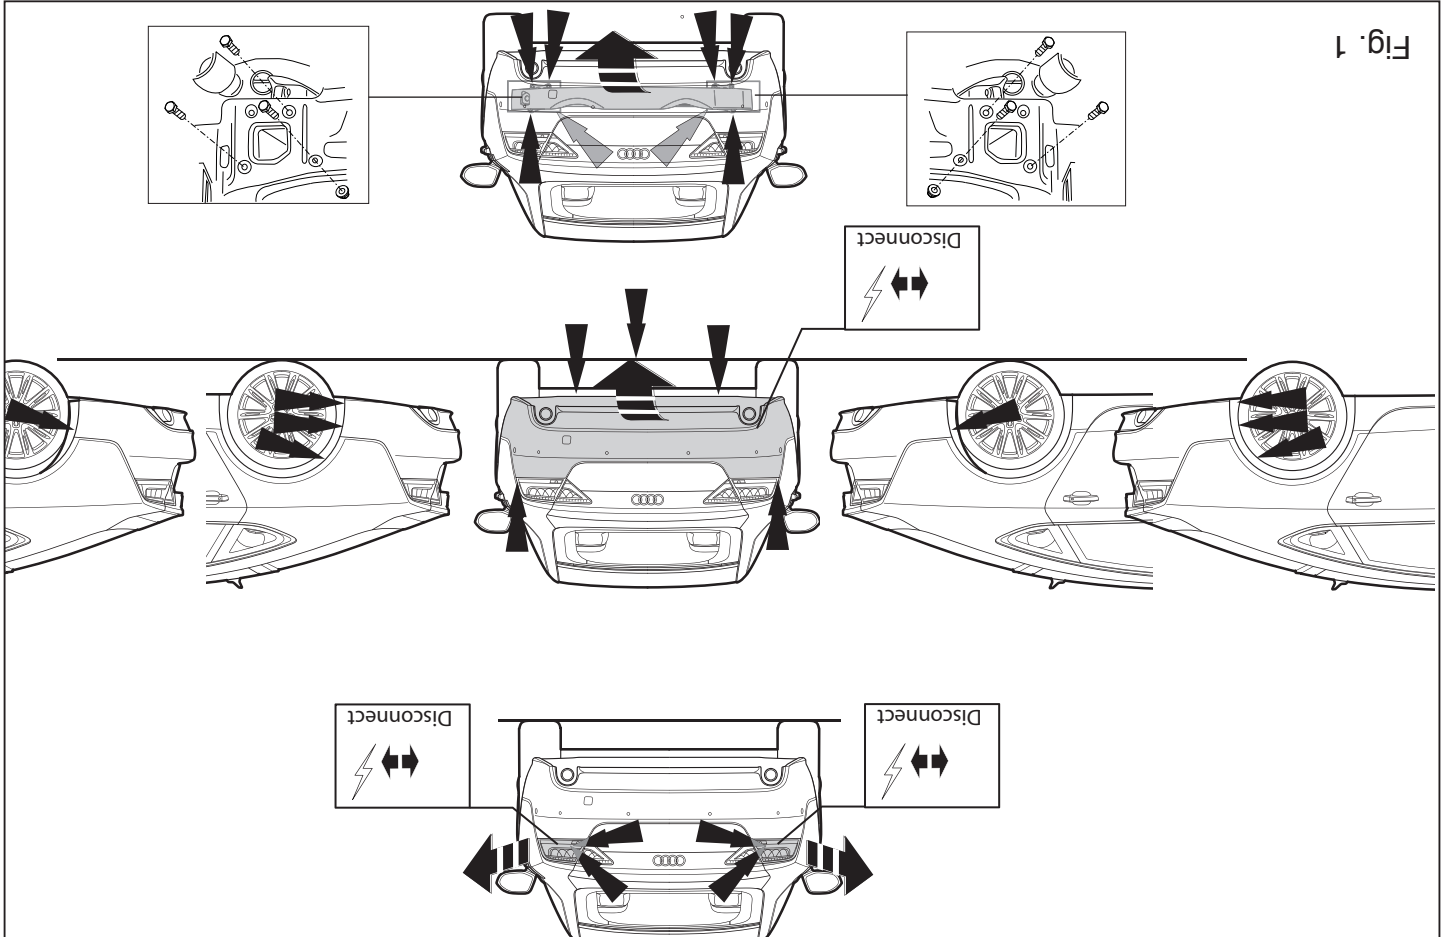

Fig. 1
1. Remove the bumper and the steel buffer beam from the vehicle. The buffer beam will no longer be needed. Replace the bolts. See figure 1.
1. Die Stoßstange einschließlich des stählernen Stoßbalkens vom Fahrzeug abmontieren. Der Stoßbalken wird nicht mehr benötigt. Die Schrauben wieder anbringen. Siehe Abbildung 1.
1. Déposer le pare-chocs du véhicule y compris la traverse en acier ; la traverse ne sera plus utilisée. Remettre les boulons de fixations en place. Voir la figure 1.
1. Demonter baglysenhederne. Demonter kofangeren, inklusive køretøjets stålstødbjelke. Denne bliver overflødig. Se fig. 1.